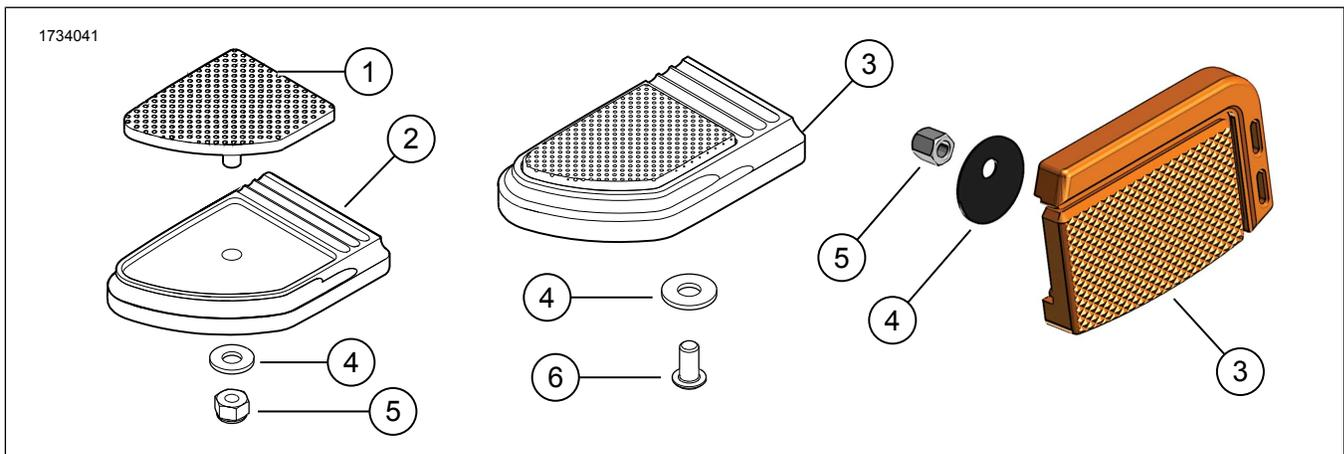

Abbildung 1. Inhalt des Satzes: Bremspedalbelagsatz
1. Abbildung 1 Den **neuen** Bremspedalbelag (1) auf die Aussparung in der Zierabdeckung (2) ausrichten.
3. Die Unterlegscheibe (4) am Gewindebolzen anbringen.
4. Die 1/4-20-Sechskantsicherungsmutter (5) am Gewindebolzen anbringen. Festziehen.
1. Abbildung 1 Die **neue** Bremspedal-Baugruppe (3) auf den Fußbremspedalhebel des Fahrzeugs ausrichten.
2. Gewindegewandmittel auf die Schraube auftragen (6).